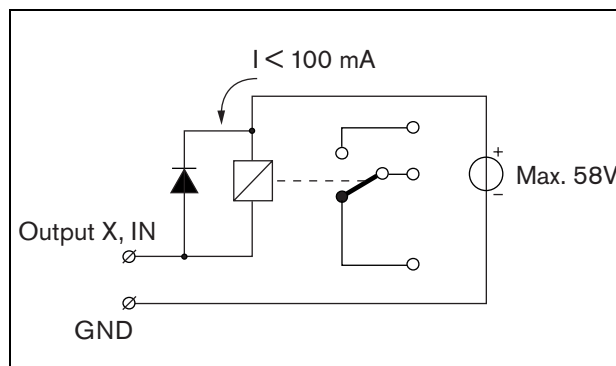

figura 13.9: Relè ad alimentazione esterna
- Relè ad alimentazione esterna. Per un diagramma di connessione, vedere figura 13.9.